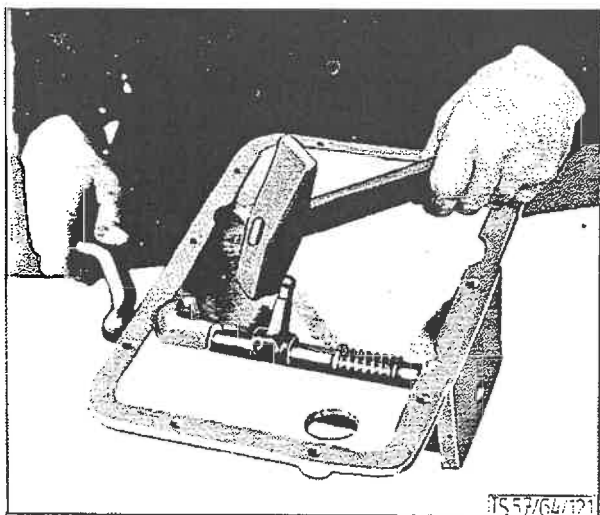

BILD 26: Verstiften des Schaltfingers
20. Schnapperfeder (27/10) und Kugel in die dazugehörige Bohrung einführen, Kugel niederdrücken und Querstange einführen. Den Schaltfinger (27/5), den Seeger- ring (27/4), die Anlaufscheibe (27/3) und Feder auf die Querstange nachschie- ben und diese soweit eintreiben, bis die Kugel einrastet. Den Schaltfinger mit der Querstange verstemmen (Bild 26), den Seegerring in seine Nut einbauen, den Gewindestift (27/8) für Feder einschrau- ben und durch Körnerschlag sichern.